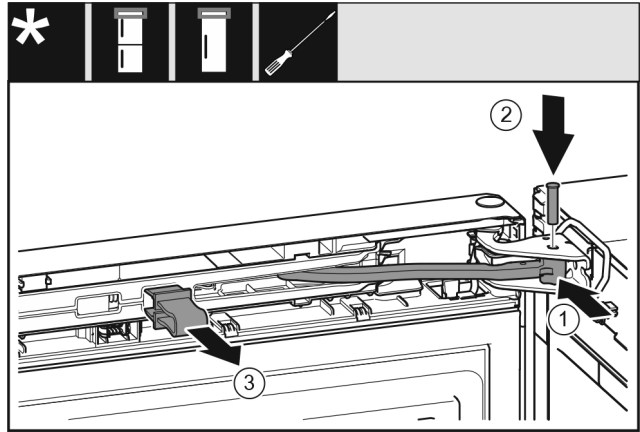

Fig. 26
- ▶ Pasukite lankstą atraminėje gembėje. Fig. 26 (1)
- ▶ Varžtą įstatykite į atraminę gembę ir lankstą. Atkreipkite dėmesį į tai, kad fiksavimo kumštelis būtų griovelyje tinkamoje padėtyje. Fig. 26 (2)
- ▶ Nuimkite fiksatorių. Fig. 26 (3)